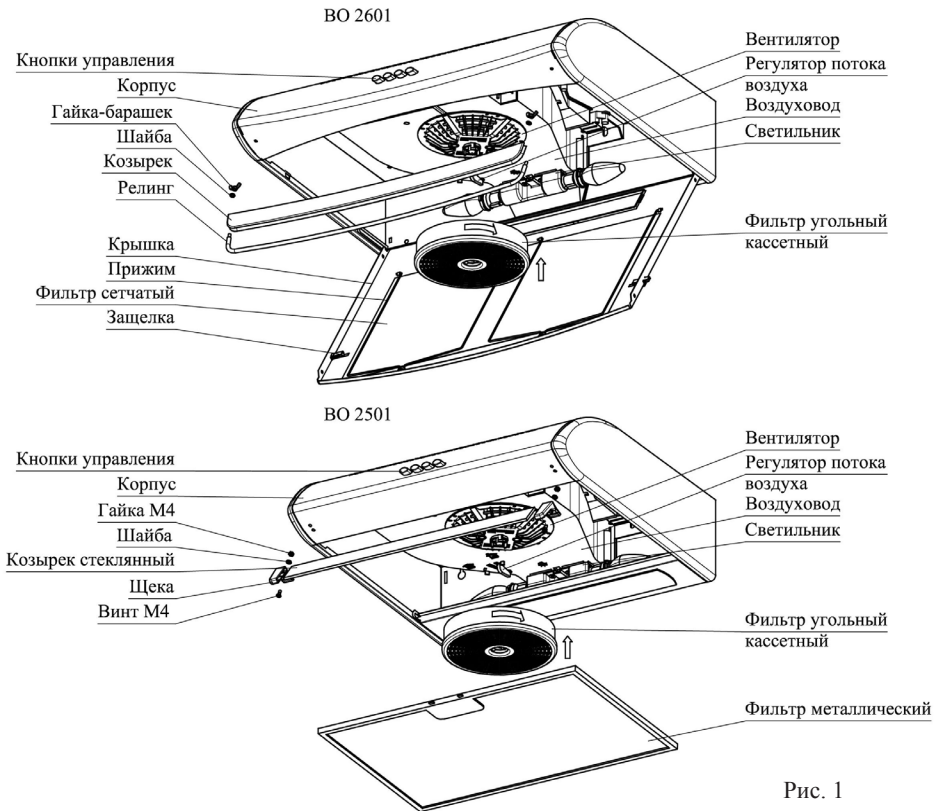
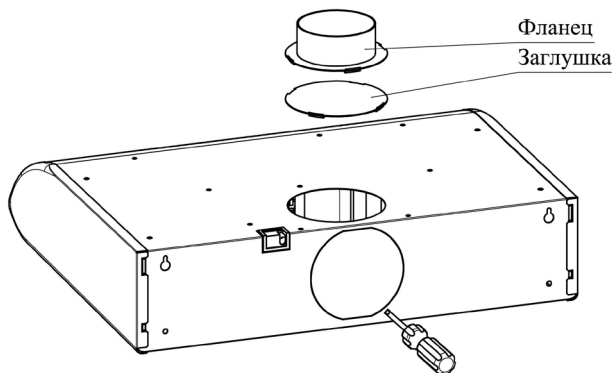

Рис. 1
Рис. 2
Внутри корпуса воздухоочистителя (рис. 1) располагаются вентилятор, светильник воздуховод с регулятором потока воздуха. На вентилятор установлен фильтр угольный кассетный. На передней части корпуса расположены кнопки управления работой воздухоочистителем.
В верхней и задней стенках корпуса воздухоочистителя имеются отверстия (рис.2), предназначенные для отвода воздуха наружу при помощи трубы, которая присоединяется к воздухоочистителю через фланец. Отверстие на задней стенке по контуру обозначено вырубленным элементом, который перед установкой фланца необходимо удалить при помощи отвертки или другого инструмента.
- 6.8 **ДЛЯ РАБОТЫ В РЕЦИРКУЛЯЦИОННОМ РЕЖИМЕ** совместите флажок регулятора потока воздуха (см. рис. 1) с рисунком "⊕" на воздуховоде воздухоочистителя. При данном режиме работы отверстие на верхней поверхности воздухоочистителя должно быть закрыто заглушкой (рис. 2).
Для установки фильтра угольного кассетного, оденьте его на фиксирующие элементы в центре вентилятора и поверните по часовой стрелке до упора (рис. 1). Демонтаж производится в обратном порядке.
ДЛЯ РАБОТЫ В ВЫТЯЖНОМ РЕЖИМЕ совместите флажок регулятора потока воздуха с рисунком "↗" на воздуховоде воздухоочистителя. При данном режиме работы в одно из выходных отверстий корпуса установить фланец. Если фланец установлен в отверстие на задней поверхности воздухоочистителя, то отверстие на верхней поверхности нужно закрыть заглушкой (рис. 2). Затем соедините фланец воздухоочистителя с вентиляционным каналом трубой диаметром 100 мм (в комплект поставки не входит